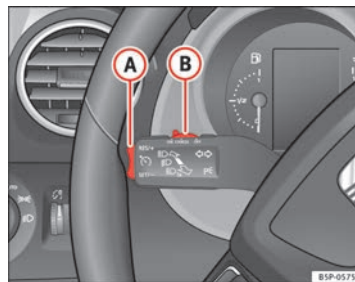

Fig. 151 Leva degli indicatori di direzione e degli abbaglianti: interruttore e tasto di comando del regolatore di velocità
- Premere la parte superiore del tasto **RES/+** ⇒ fig. 151 **A** per aumentare la velocità. La velocità sale finché si tiene premuto il tasto. Il sistema memorizza come parametro di riferimento la velocità raggiunta nel momento in cui si lascia andare il tasto.
Se si riduce la velocità schiacciando il pedale del freno, il regolatore si disattiva. Per riattivare il regolatore di velocità si deve premere una volta sulla parte superiore del tasto **RES/+** → fig. 151 **A**.